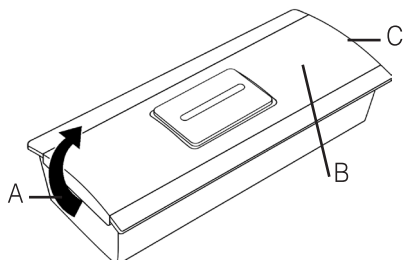

Figura 3: Pulsante di chiamata
- a) Rimuovere come prima cosa la facciata di plastica sollevando un lato della scatola (figura 3 A ). Utilizzare un piccolo cacciavite eventualmente.